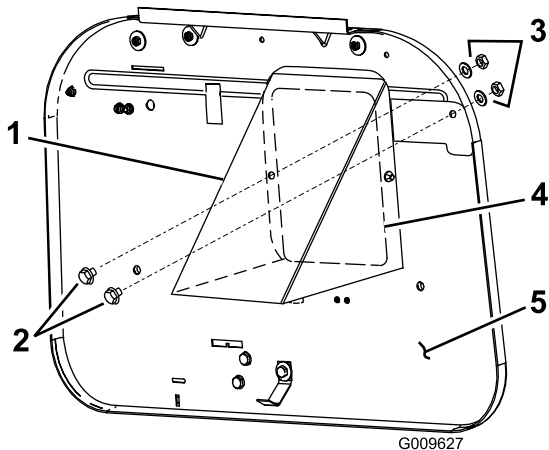

Bild 1
8. Befestigen Sie das Ablenkblech mit den beiliegenden Schrauben, Scheiben und Muttern an der Heckplatte (Bild 1).